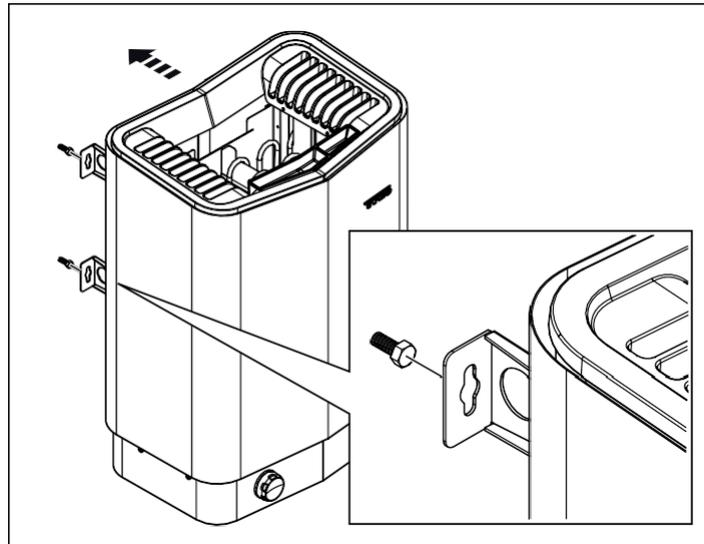

Figura 10: Appendere il riscaldatore.
8. Appendere il riscaldatore alle viti, vedi Figura 10.